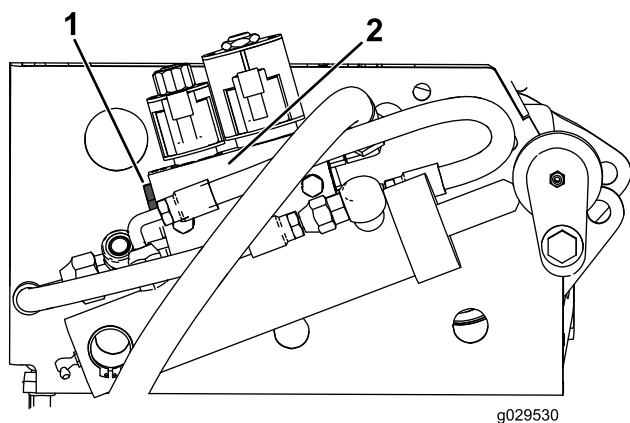

Bild 18
6. Entfernen Sie die Schraube von der linken Seite des Ventils (Bild 18).